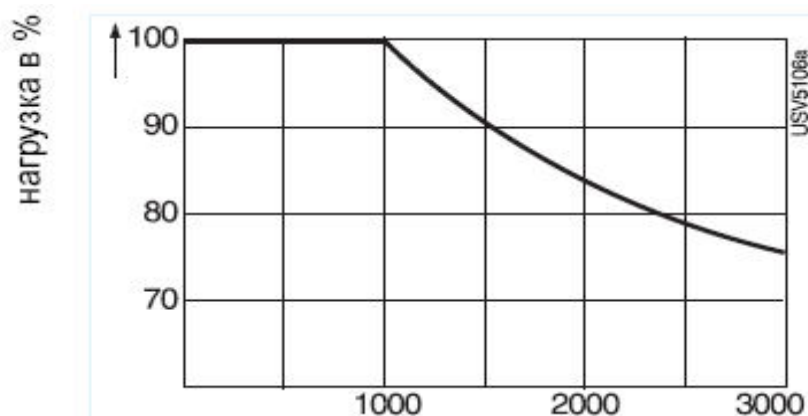

Рис.1 Допустимая нагрузка в зависимости от высоты места эксплуатации ИБП
3. При эксплуатации ИБП на высоте выше 1000 м над уровнем моря нагрузку следует снизить, как указано на Рис. 1. Если окружающая температура не превышает +30°C, то нет необходимости в снижении нагрузки до высоты в 2000 м.